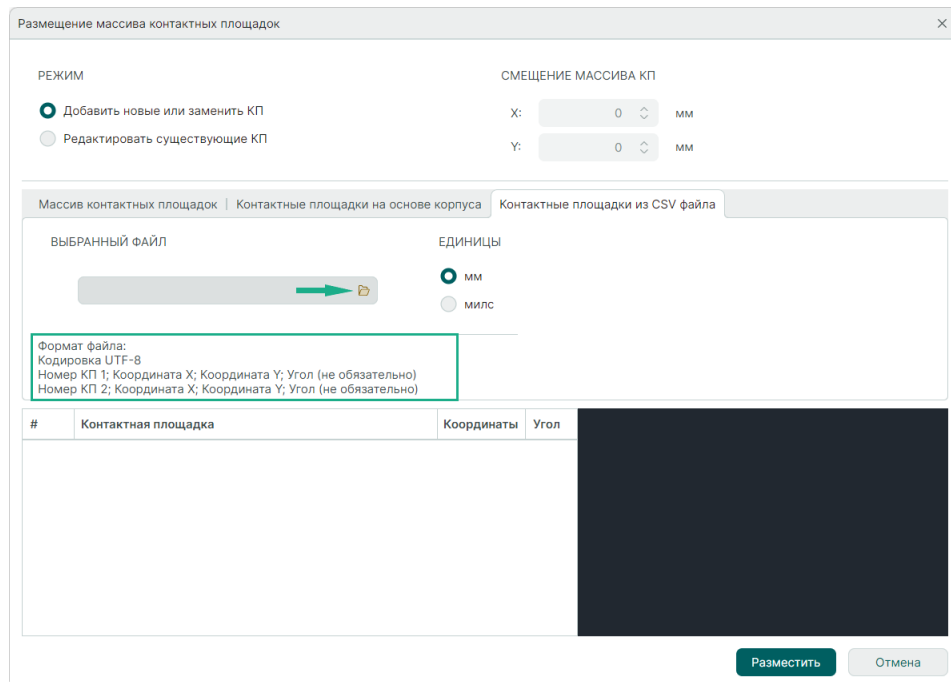

Рис. 101 Переход к выбору csv - файла
2. Нажмите на символ , чтобы выбрать csv - файл для загрузки элементов массива, см. Рис. 101.